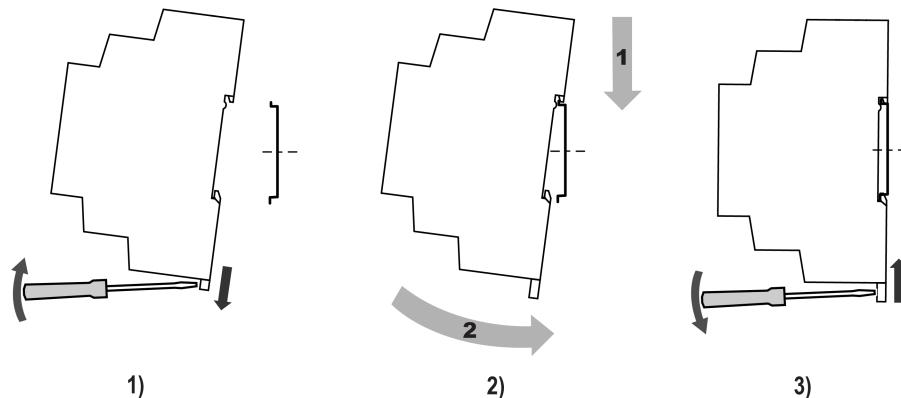

Рисунок 4.1 – Установка прибора
- Установить прибор на DIN-рейку в соответствии с в направлении стрелки 1 (рисунок 4.1, 2);
- Вставив отвертку в проушины, оттянуть защелку рисунок 4.1, 1).
- Прижать прибор к DIN-рейке в направлении, показанном стрелкой 2. Зафиксировать защелку (см. рисунок 4.1, 3).